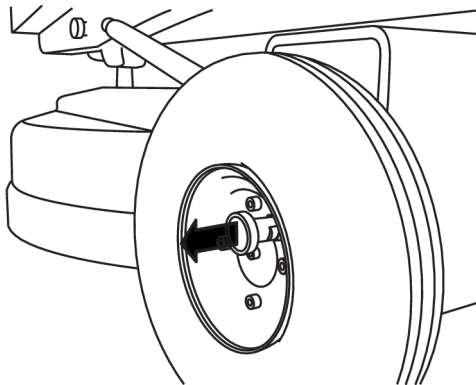

Figura 4-3. Desembraiar as rodas
1. Desembre as rodas puxando a cavilha de bloqueio para fora, ver Figura 4-3, página 19.
Ajuste a altura da roda de apoio com a manivela, fazendo com que a máquina se incline a ponto de a cabeça de lixagem ficar suspensa, sem contacto com o piso. A lixadora pode ser deslocada empurrando-a manualmente. Verifique se as rodas estão destravadas como se indica em Figura 4-3, página 19.